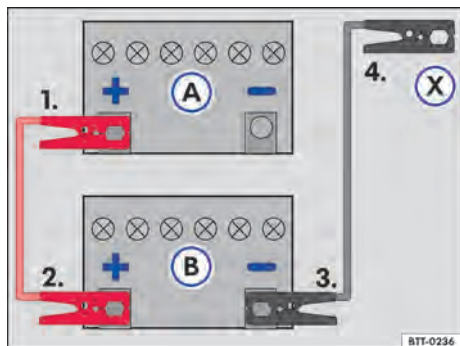

Fig. 199 Esquema para a conexão dos cabos auxiliares de partida: bateria do veículo descarregado (A) e bateria do veículo fornecedora de corrente (B).
Legenda para → Fig. 199:
Conectar o cabo auxiliar de partida somente na sequência 1 – 2 – 3 – 4 → Fig. 199.
- Conectar uma extremidade do cabo auxiliar de partida *vermelho* ao polo positivo (+) do veículo com a bateria do veículo descarregado → Fig. 199 (A) → .
- Conectar a outra extremidade do cabo auxiliar de partida *vermelho* ao polo positivo (+) do veículo fornecedor de corrente (B).
- Conectar uma extremidade do cabo auxiliar de partida *preto* ao polo negativo da bateria do veículo fornecedor de corrente (B).
- Conectar a outra extremidade do cabo auxiliar de partida *preto* (X) no veículo com a bateria descarregada no ponto de auxílio à partida (ponto de aterramento) ou em uma peça de metal maciça parafusada firmemente no bloco do motor - porém não nas proximidades da bateria (A) → .